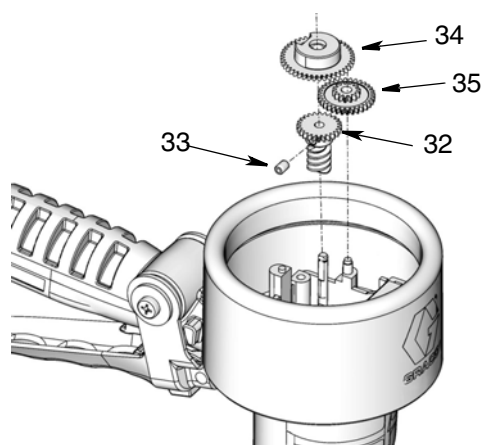

FIG. 18
6. Utilizzare una chiave esagonale da 2 mm per rimuovere la vite di fissaggio (33). Rimuovere gli ingranaggi (32, 34, 35) (FIG. 18).